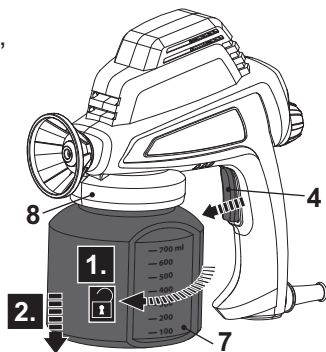

Fig. 7
- > Solte o interruptor ligar/desligar (4) para desligar o produto.
- > Verter toda a tinta restante para outro recipiente para esvaziar o recipiente da tinta (7). Limpe cuidadosamente o recipiente de tinta (7) com um agente de limpeza adequado, que não contenha óleo.
- > Encher gradualmente o agente de limpeza para dentro do recipiente de tinta (7), pressionar o interruptor LIGAR/DESLIGAR (ON/OFF) (4) para ligar o produto, pulverizar através do bocal de pulverização (9a) e da válvula (13) até que o agente de limpeza saia como uma névoa clara e transparente.
- > Solte o interruptor ligar/desligar (4) para desligar o produto, desconecte-o da fonte de alimentação e retire o recipiente de tinta (7) do suporte do recipiente de tinta (8) (Fig. 7)